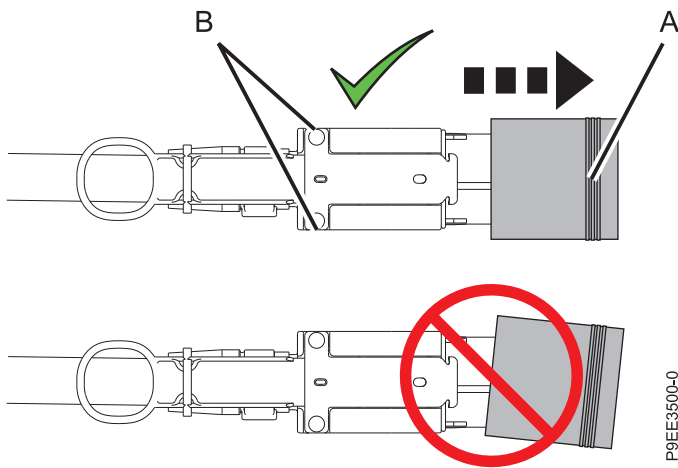

Figura 18. Extracción de la funda protectora del conector del cable del cajón de expansión
- 2) Quite la funda protectora del conector del cable del cajón de expansión. Sostenga el alojamiento de cables (**B**) por los extremos cortos con los dedos índice y pulgar de una mano. A continuación, sosteniendo la cubierta por el extremo largo (**A**) con los dedos índice y pulgar de la otra mano, tire de la funda protectora para extraerla. Consulte la Figura 18 en la página 22.
- 2) Quite la funda protectora del conector del cable del cajón de expansión. Sostenga el alojamiento de cables (**B**) por los extremos cortos con los dedos índice y pulgar de una mano. A continuación, sosteniendo la cubierta por el extremo largo (**A**) con los dedos índice y pulgar de la otra mano, tire de la funda protectora para extraerla. Consulte la Figura 18.